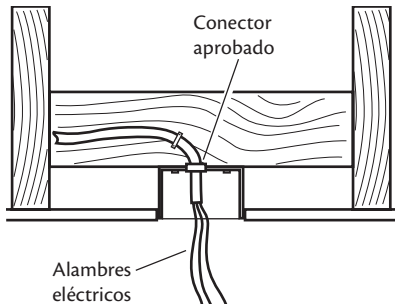

Figura 8 - Preparación del alambrado
2. Pase los cables del ventilador a través de la caja eléctrica, de manera que se extiendan por lo menos 6" fuera de la caja, como se muestra en la Figura 8.
3. Instale la línea de suministro eléctrico del ventilador a la caja eléctrica con un conector aprobado, que puede obtener en cualquier ferretería o casa de efectos eléctricos. Vea la Figura 8.